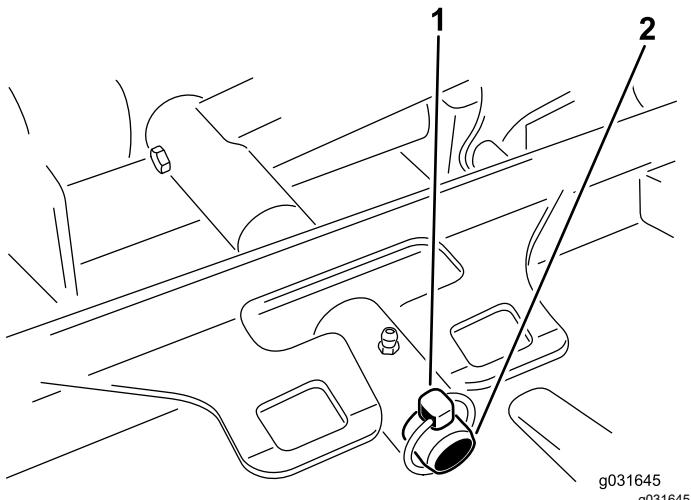

Figure 68
- Retirez la goupille à anneau ou l'écrou de retenue qui fixe le bâti porteur de l'unité à l'axe de pivot du bras de levage (Figure 68).
- Poussez le bâti porteur de l'unité de coupe sur la tige de pivot et fixez-le avec une goupille à anneau ou l'écrou de retenue (Figure 68).